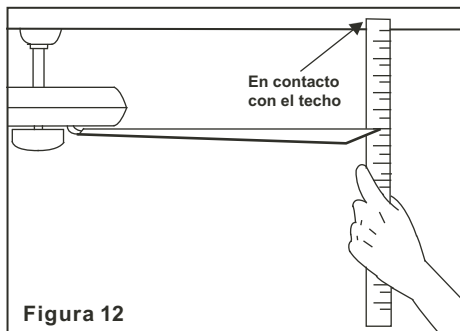

Figura 12
2. La mayoría de los problemas de oscilación se originan cuando los niveles de las aspas son desiguales. Revisar este nivel por medio de seleccionar un punto del techo por encima de la punta de una de las aspas. Medir esta distancia como se muestra en la Figura 12. Rotar el ventilador hasta que la siguiente aspa esté ubicada para medición. Repetir el procedimiento para cada aspa. Las mediciones para cada aspa. Las mediciones repetidas deben mantenerse dentro de 1/8 pulgadas (3mm).